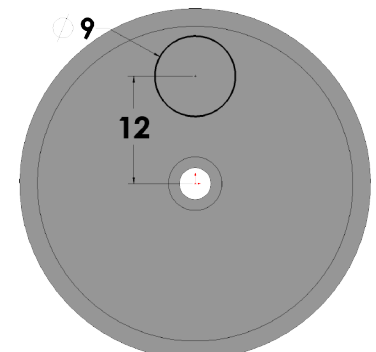

Fig. 16
Step 7. Add dimensions, **Fig. 16**.